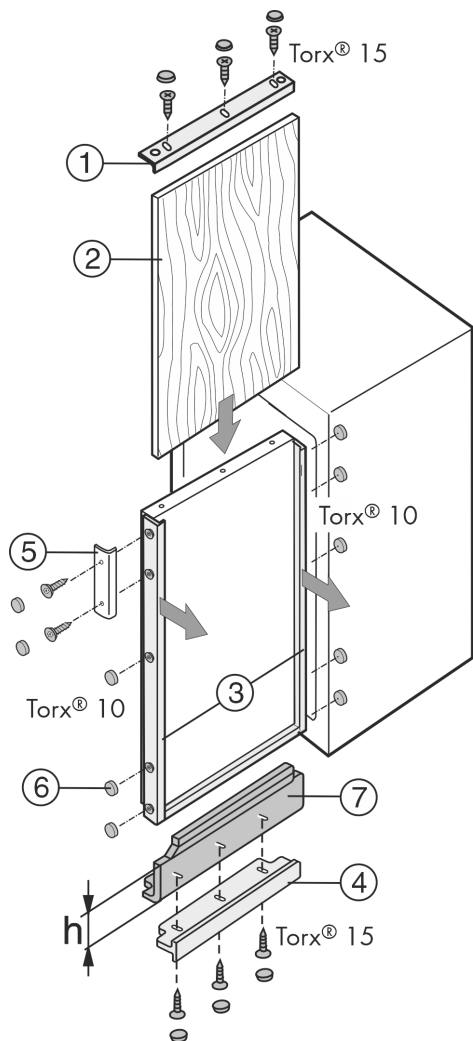

Fig. 42
Jei dekoracinė plokštė jau yra, tačiau ji per mažo aukščio, ją galima pritaikyti naudojant skirtingo aukščio išlyginimo apdailos skydelius Fig. 42 (7).